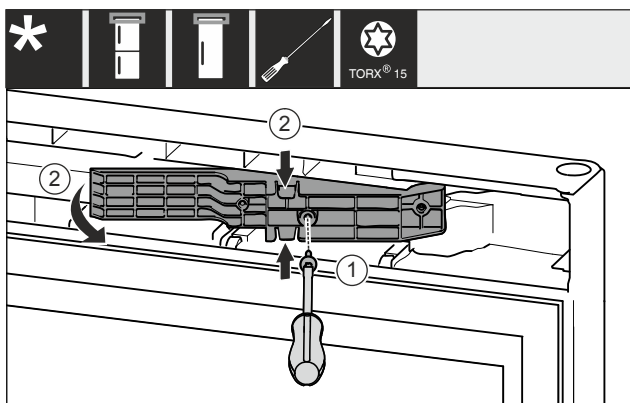

Fig. 12*
- ▶ Śruby odkręcić przy pomocy śrubokręta T15. Fig. 12 (1)*
- ▶ Wyciągnąć element adaptera. Fig. 12 (2)*